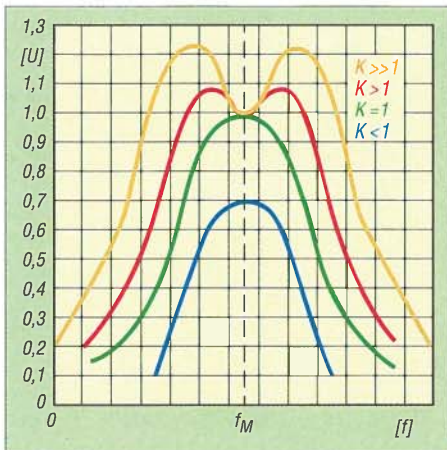

Bild 21: Allgemeiner Verlauf der Resonanzkurve des Eingangskreises bei der Filtermittelfrequenz f_M in Abhängigkeit vom gewählten Kopplungsgrad K
Steht kein Messsender zur Verfügung, kann man sich damit behelfen, einen Sender in der Nähe des oberen Bandendes in der beschriebenen Weise auf größte Lautstärke abzustimmen. Bei diesem Abgleich sollte ein geringer Kopplungsgrad K , also ein möglichst großer Abstand zwischen den Spulenplatinen eingestellt werden. In dieser Stellung ergibt sich die geringste Bandbreite und damit beste Trennschärfe des Empfängers (blaue Kurve in Bild 21). Allerdings fällt die Ausgangsspannung dann etwas niedriger aus, was sich in einer geringeren Lautstärke im angeschlossenen Kopfhörer oder Lautsprecher bemerkbar macht.
Die größte Lautstärke bei einer noch akzeptablen Trennschärfe ergibt sich dann, wenn die ideale Kopplung zwischen den beiden Schwingkreisen gefunden wurde. Dieser Fall ist mit der grünen Kurve in Bild 21 dargestellt. Wird der Abstand zwischen den Spulen weiter verringert, die Kopplung also erhöht, steigt die Lautstärke nicht weiter an. Die Durchlasskurve wird breiter und es bilden sich zwei Höcker aus (rote und gelbe Kurve). Eventuell werden nun auf benachbarten Frequenzen arbeitende Sender hörbar.
** Einstellung der Kopplung auf größte Lautstärke (Bild 21, grüne Kurve)
*** Einstellung der Kopplung auf beste Trennschärfe, Lautstärke -3 dB (Bild 21, blaue Kurve)